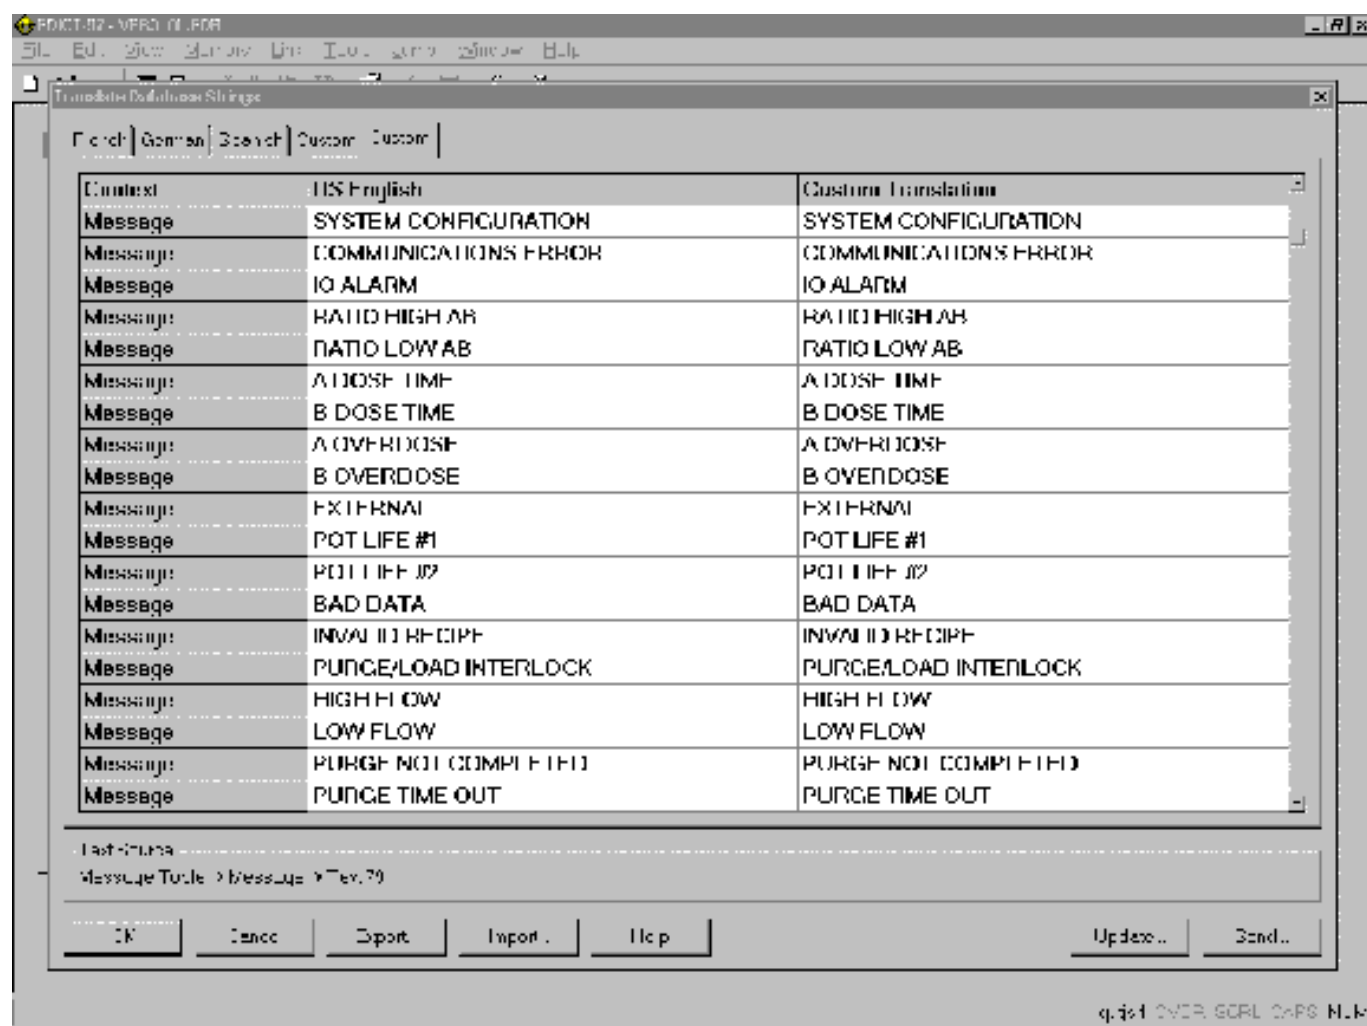

Fig. 13.52
4. Un écran éditeur de langue pour chaînes de base de données de traduction apparaît. Voir Fig. 13.52.